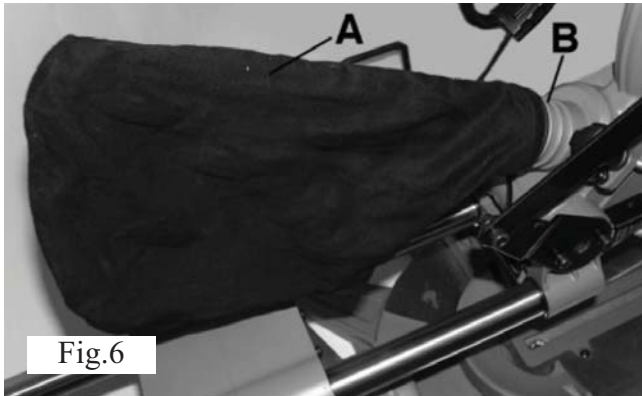

Fig.6
Støvposen (A) på fig. 6 passer på adapteren (B) til støvposen på bagsiden af savhovedet. Der opnås en mere effektiv drift, hvis støvposen tømmes, når den er halvt fyldt. Dette gør, at luften bedre kan strømme gennem posen.